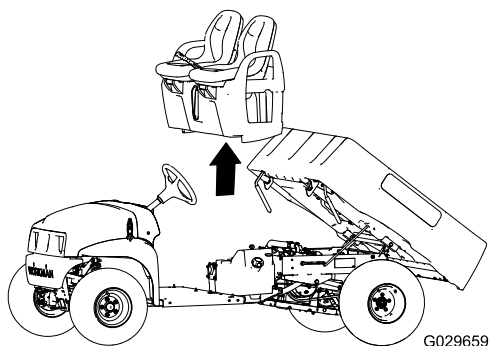

図 45
1. 座席と座席ベースを機体上に降ろしてブレーキケーブルをシャーシに沿って配置する 図 44 と 図 45。
2. 座席ベースについている穴を、フロアプレート の穴と後キャブチャネルの穴に合わせる 図 44 と 図 45。